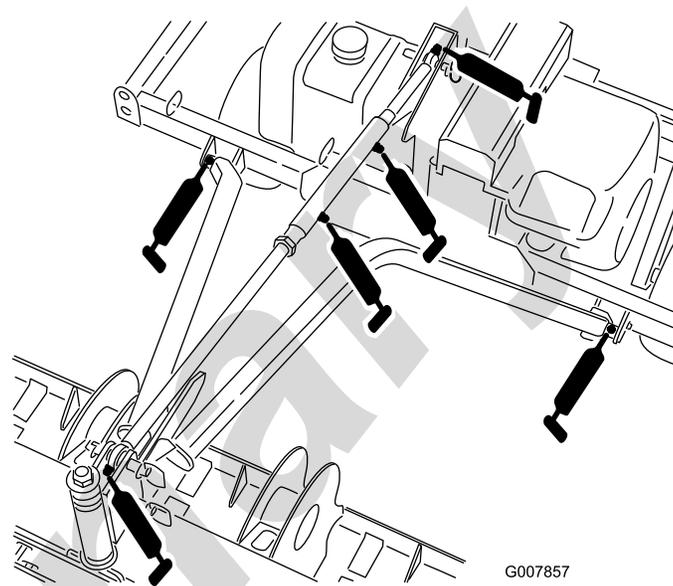

Рисунок 40
- Буксирная рама, 2 шт. (Рисунок 40)